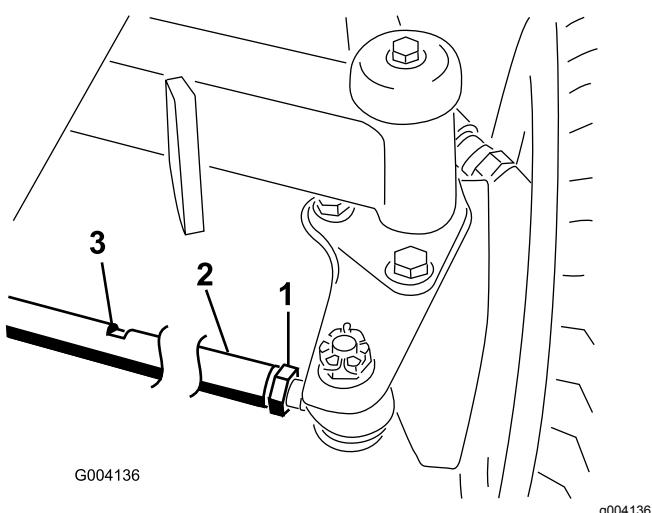

Рисунок 80
2. Ослабьте контргайку с каждой стороны тяги (Рисунок 80).